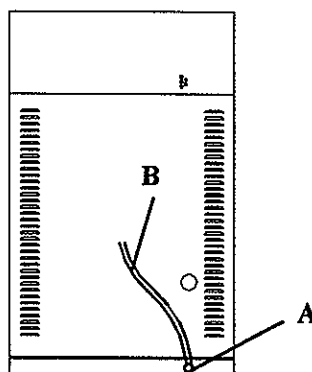

fig. 21
- During a normal wash cycle, check the drain hose outlet (A) of the bearings box (B) for leaks (fig. 21). This hose is visible at rear of the washer's lower frame.
- Durante un ciclo normal de lavado, comprobar que no se aprecian pérdidas de baño por el extremo (A) del tubo de drenaje de la caja de rodamientos (B) (fig. 21). Este tubo es visible en la parte inferior posterior de la lavadora.
- Durant un cycle normal de lavage, vérifier que la machine ne perd pas de l'eau par l'extrémité (A) du tuyau de vidange de la boîte à roulements (B) (fig. 21). Ce tuyau est visible à la partie inférieure arrière de la machine.